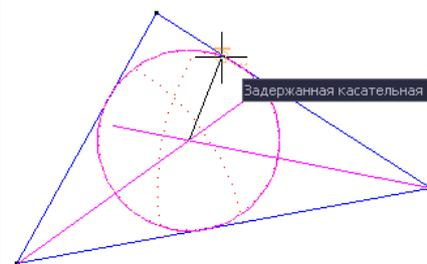

Рис. 3.7
4. Из точки пересечения двух биссектрис построить окружность, используя привязки **Точка пересечения** и **Касательная** (рис. 3.7).